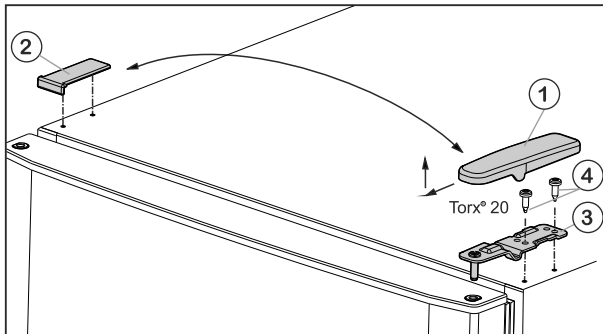

Fig. 5
- ▶ Trageți capacul Fig. 5 (1) în față și în sus.
- ▶ Ridicați capacul Fig. 5 (2).
- ▶ Deșurubați suportul superior al lagărului Fig. 5 (3) (2 șuruburi Torx® 20) Fig. 5 (4) și trageți-l în sus.
- ▶ Introduceți în ușă suportul de lagăr superior Fig. 5 (3), pe noua latură a balamalei.
- ▶ Înșurubați **ferm (cu 4 Nm)** suportul superior al lagărului (2 x Torx® 20) Fig. 5 (4). Eventual folosiți o mașină de înșurubat cu acumulatori.
- ▶ Aplicați din exterior și cuplați capacul Fig. 5 (1) pe partea opusă.
- ▶ Aplicați de sus și cuplați capacul Fig. 5 (2) de fiecare dată pe partea opusă.